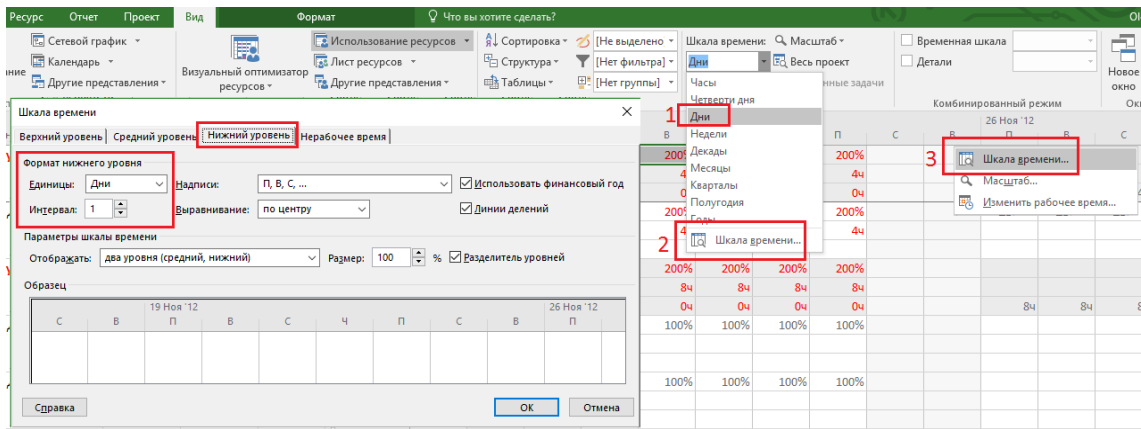

Рисунок 8.18 – Выбор масштаба отображения повременных данных
3. Или кликнуть правой кнопкой мыши на строке календаря и выбрать «Шкала времени» (см. рисунок 8.18).